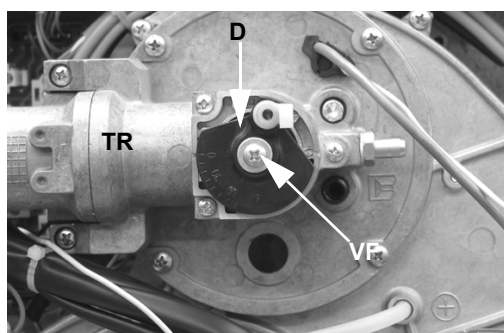

Рис. 21 - Новое положение
- 7 (Рис. 21) Снять вместе фланец и головку сгорания
- 8 (Рис. 21) Повернуть диск **D**, который крепит дроссельный клапан, действуя следующим образом Рис. 21.
- 9 Открутить винт **VF**. (Рис. 21)
- 10 Повернуть на 180° диск **D** и закрепить винт **VF** (Рис. 21).